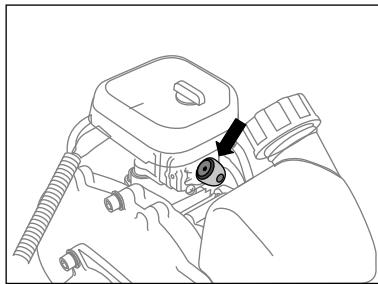

fig. 10
- Apăsați pe capacul de cauciuc al pompei de carburant de cinci până la şapte ori pentru a umple carburatorul cu amestecul de combustibil (fig. 10). În același timp, amestecul de combustibil pompat trebuie să fie văzut prin capacul de cauciuc al butonului pompei manuale de combustibil. Dacă amestecul de combustibil nu umple capacul, apăsați pe butonul pompei manuale de combustibil de mai multe ori.